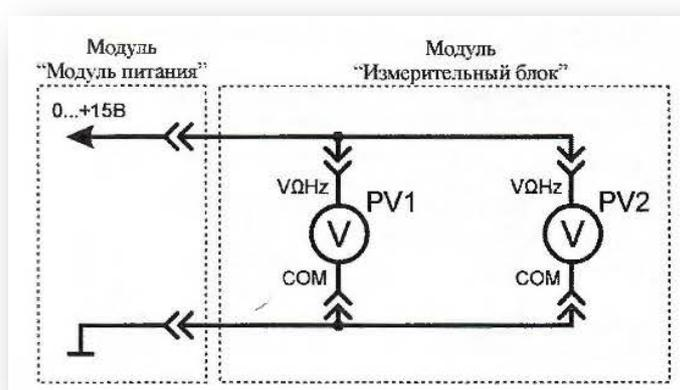

Рис. 6. Схема электрическая соединений лабораторных модулей для измерения постоянного напряжения
2. Согласно схеме (рис. 6) выполнить электрические соединения модулей для измерения постоянного напряжения. **Монтаж схемы производить при отключенном питании.**
2. Рассчитать относительную  $\delta_1$ , и приведенную  $\gamma_1$  погрешности измерения постоянного напряжения  $U_{PV1}$  для каждого пункта табл. 14 по формулам (2) и (3) (см. раздел «**Основные сведения**»), считать вольтметр  $PV2$  (рис. 6) образцовым, результаты занести в табл. 14.